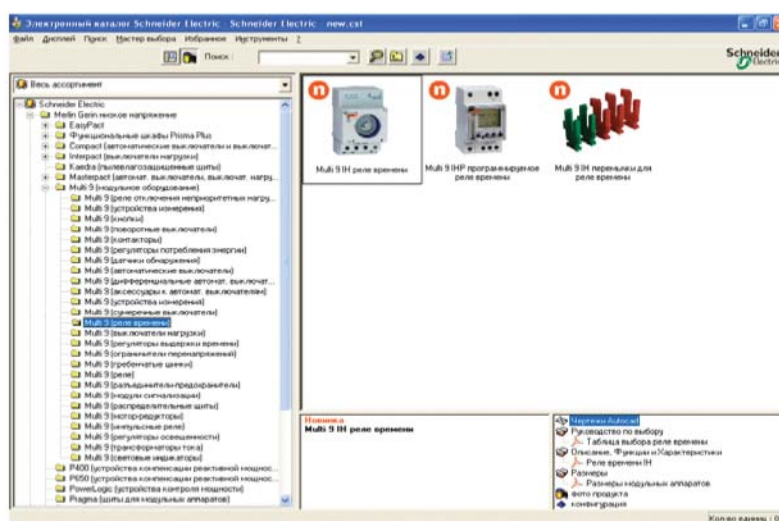

Рис. 43
- б) Находим в иерархии реле времени Multi9 IH (рис. 43)